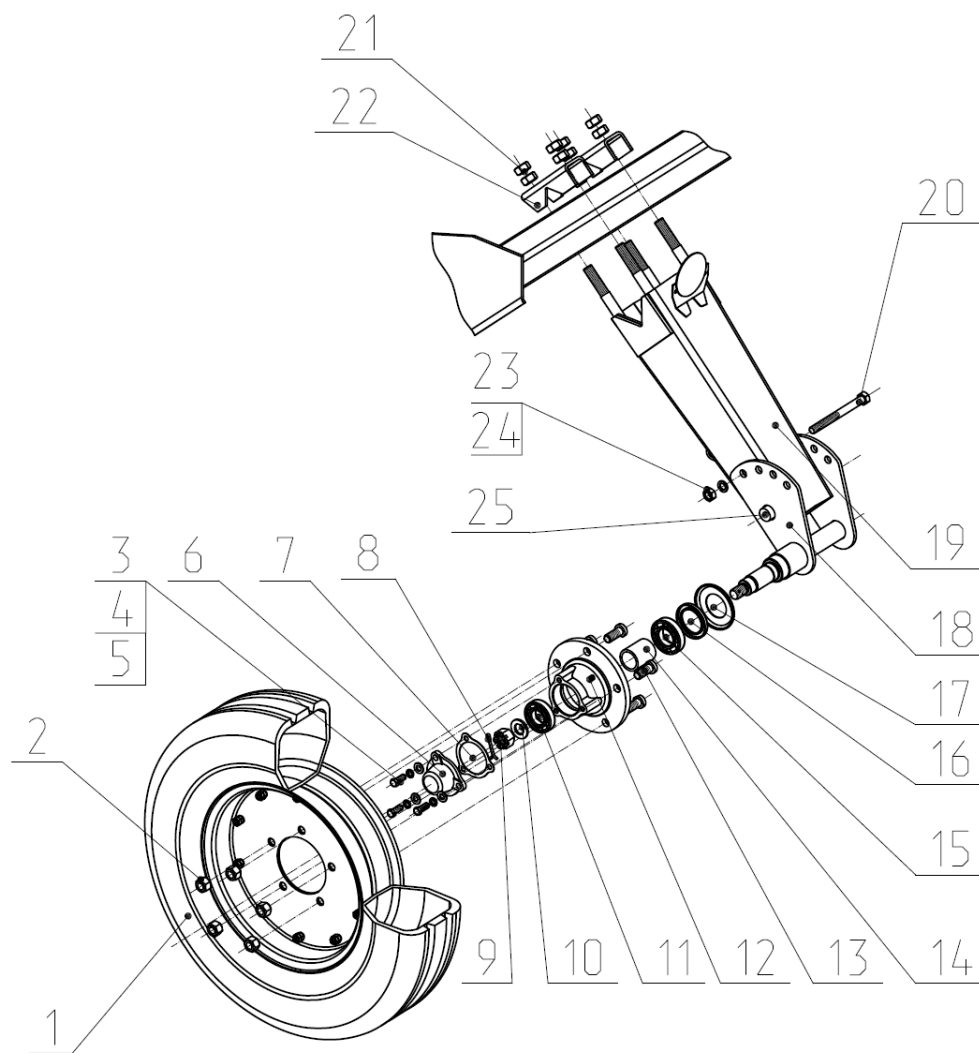

Рис.6 КИР 04.000(01) Кронштейн колеса
2.9 Кронштейны колес (рис.6) имеет одно пневматическое колесо. Ступица колеса 12 установлена на оси на двух шариковых подшипниках 11 и 15. Ось колеса вварена в щеки 18, которые закреплены на оси 25 кронштейна 19. Освобождая болт 20, и проворачивая колесо с осью вокруг оси 25 до совмещения соответствующих отверстий на щеках 18 с отверстием в кронштейне 19, можно производить регулировку положения рамы и ротора по высоте среза.